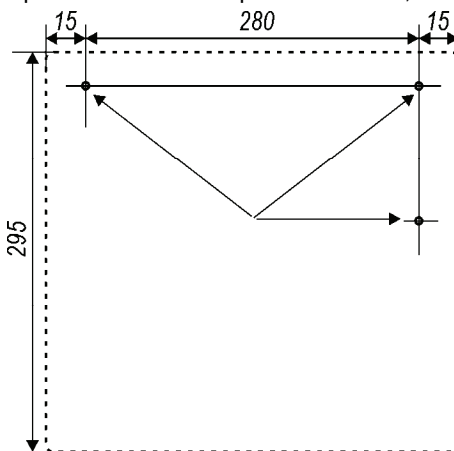

Рисунок 7
- подвесить блок, наметить расположение на стене третьего отверстия под фиксирующий винт (см. рис. 2, рис. 7), снять блок, просверлить отверстие и при необходимости запрессовать дюбель, после чего вновь подвесить блок;